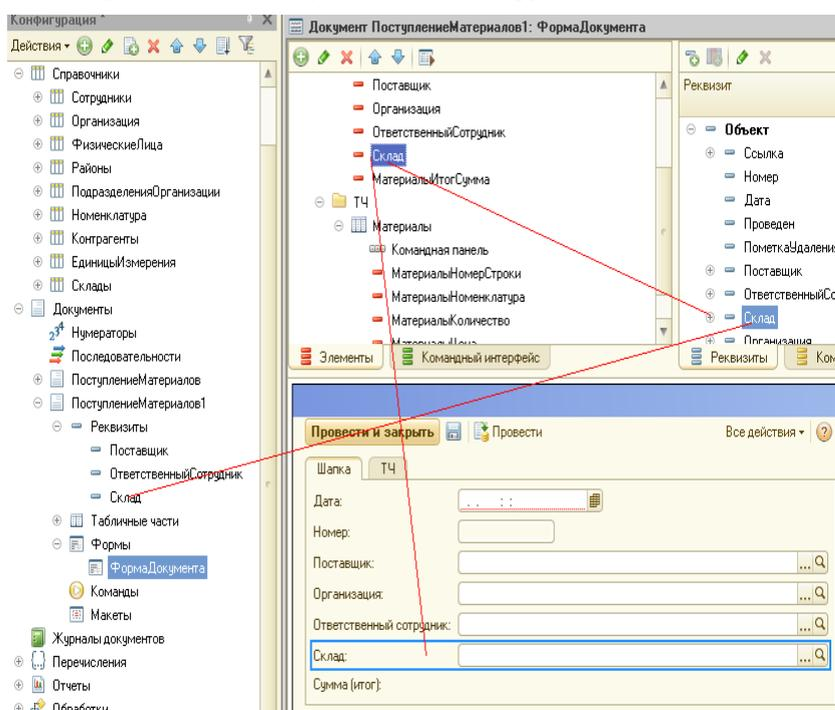

Рисунок 21.1 - Добавление нового реквизита в структуру документа и нового элемента на форму
1. Введем в шапку документа «**ПоступлениеМатериалов**» еще один реквизит: Склад, тип СправочникСсылка.Склады (рисунок 21.1).